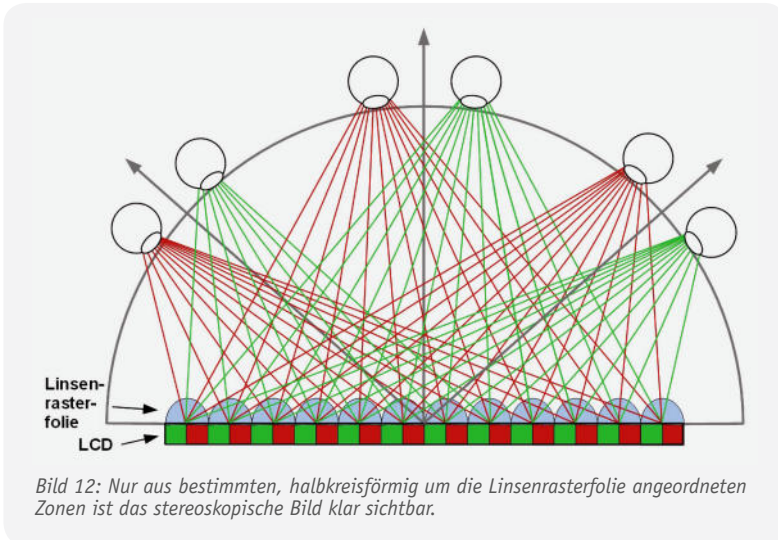

Bild 12: Nur aus bestimmten, halbkreisförmig um die Linsenrasterfolie angeordneten Zonen ist das stereoskopische Bild klar sichtbar.
• **Rasterlinsenverfahren.** Ein stereoskopischer Bildeindruck lässt sich ohne Brille erzielen, wenn eine Linsenrasterfolie vor dem Bildschirm so angebracht wird, dass sie die rechten und linken Bilder blickwinkelabhängig auf die beiden Augen eines Betrachters (Single View) verteilt. In Bild 12 ist dies die mittlere Sichtposition mit dem besten Bildeindruck. Der Effekt wird auch bei sogenannten „Wackelbildern“ verwendet, die je nach Blickrichtung zwischen zwei Bildern hin und her schalten. Um Flimmern zu vermeiden, ist mindestens eine Halbbildfrequenz von